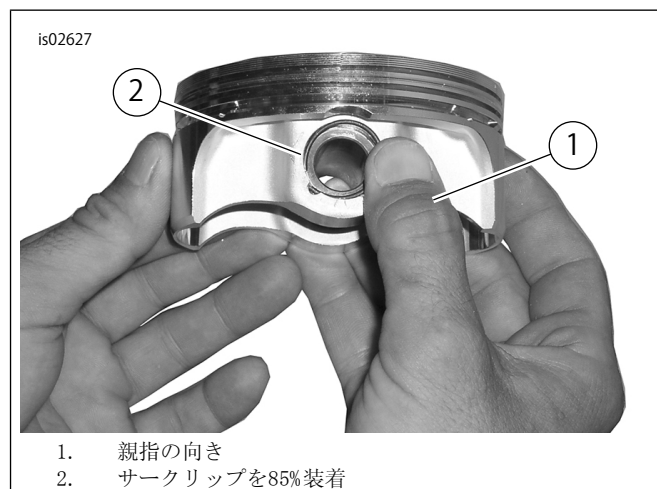

図4. サークリップの取り付け
- 「図4」を参照してください。図の通り親指(1)の位置を合わせ、サークリップ(2)の85%が溝にはまるまでしっかり押し込みます。